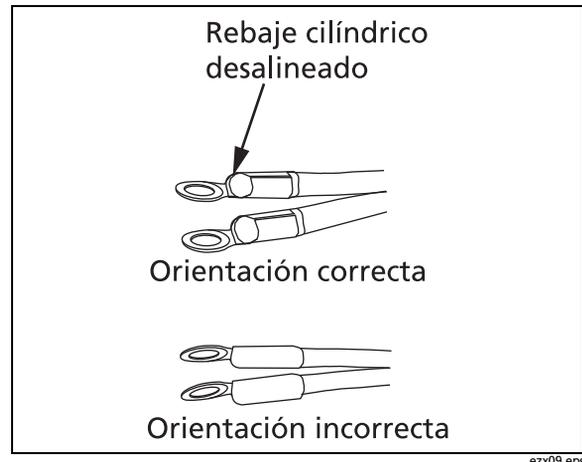

Figura 9. Orientación de los anillos para atornillar del cable de línea
- 1 Desde el exterior del gabinete, deslice los anillos para atornillar de un cable de línea nuevo por el orificio situado en el extremo del gabinete del teléfono de prueba. Asegúrese de que el lado con rebaje cilíndrico del anillo para atornillar esté hacia arriba (Figura 9) y que los anillos para atornillar el cable de línea estén a nivel con el tablero de circuitos.